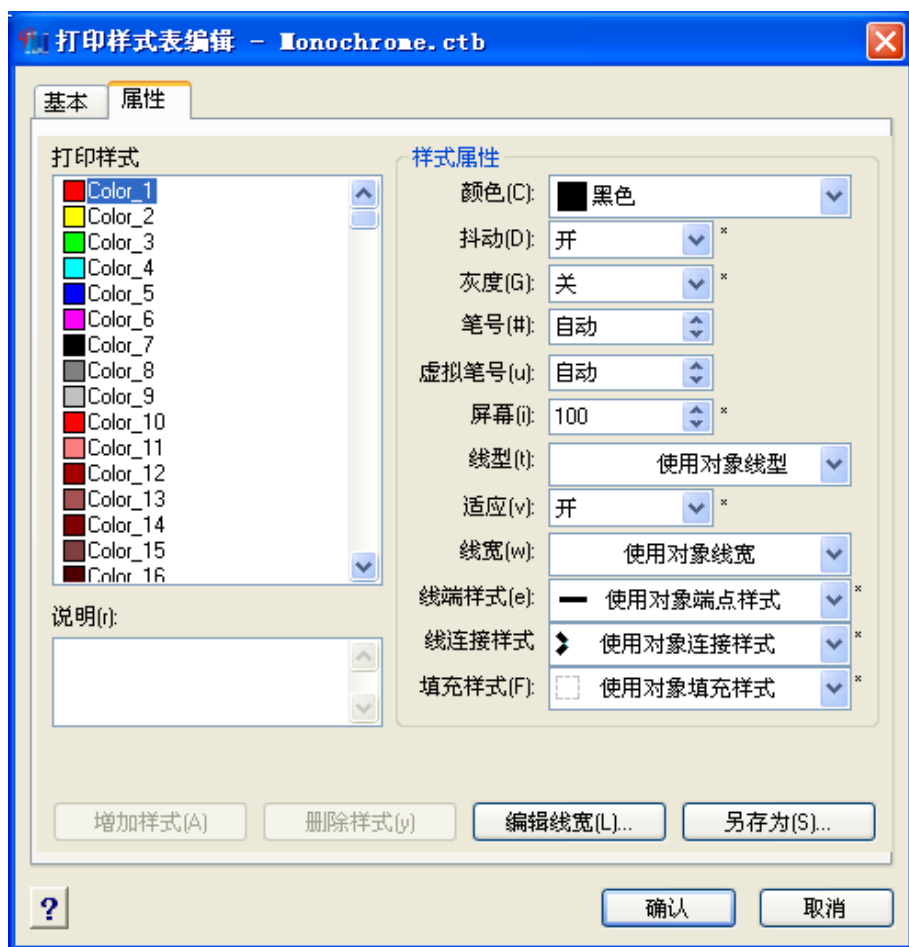

图 6.5.3 修改打印样式表
2. “点击“修改”按钮，修改打印样式表文件，如图 6.5.3 所示。